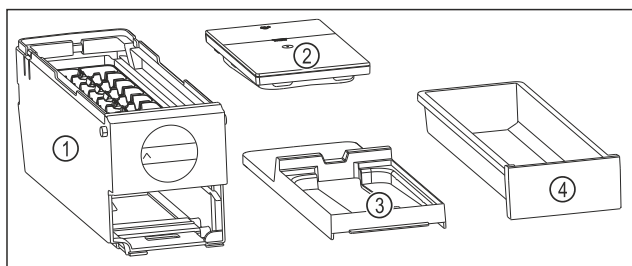

Fig. 80 Componenti dell'EasyTwist-Ice
- ▷ L'EasyTwist-Ice è scomposto in quattro parti. (vedere Fig. 80)
- Smontare l'EasyTwist-Ice scomponendo solo gli elementi rappresentati in figura. (vedere Fig. 80)
- Pulire l'intero corpo dell'EasyTwist-Ice Fig. 80 (1).